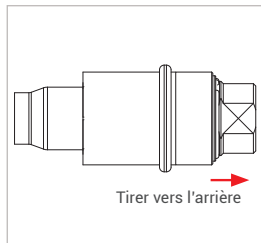

Figure 7
- ▶ Tirez légèrement sur la partie inférieure (Pos. 2) flèche rouge (Figure 7) du connecteur dans le sens inverse du raccordement pour s'assurer de la bonne assise du connecteur.